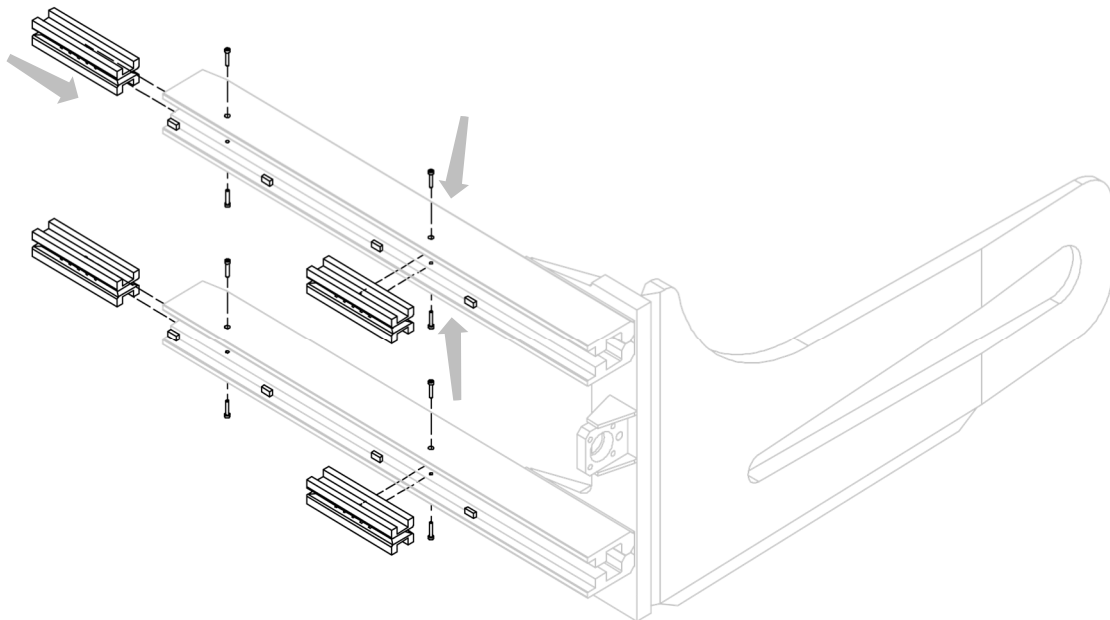
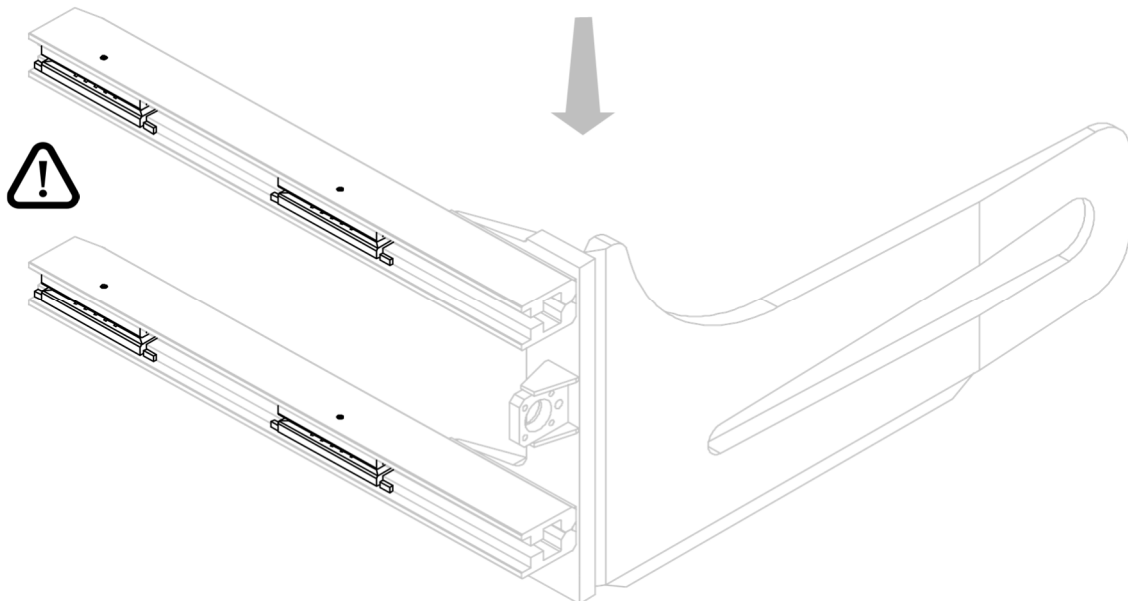

Figure 5
Figure 6
2. Installer les bagues de guidage dans les logements appropriés des fourches, en les plaçant correctement entre les blocs d'arrêt et en vissant les vis de blocage correspondantes (voir Figure 5 et Figure 6).